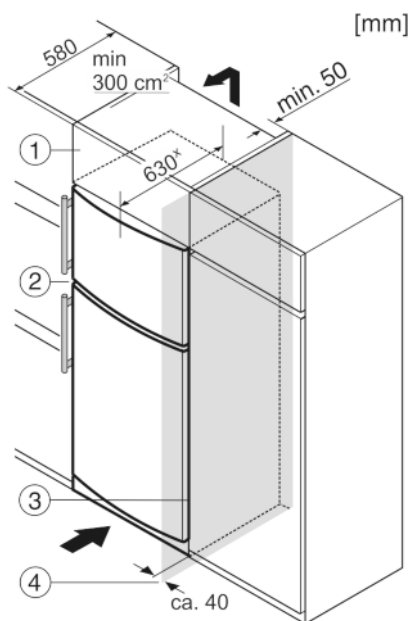

Fig. 10
- (1) Opbouwkast
- (2) Apparaat
- (3) Keukenkast
- (4) Wand
Het apparaat kan in keukenkasten worden ingebouwd. Om het apparaat *Fig. 10 (2)* aan de hoogte van het keukenblok aan te passen, kan boven het apparaat een opzetkast *Fig. 10 (1)* worden aangebracht.
Bij een ombouw met keukenkasten (diepte max. 580 mm) kan het apparaat direct naast de keukenkast *Fig. 10 (3)* worden geplaatst. Het apparaat staat aan de zijkant 34 mm * en in het midden van het apparaat 50 mm * tegenover de voorkant van de keukenkast.
Wanneer het apparaat met de scharnieren naast een wand *Fig. 10 (4)* wordt geplaatst, moet de afstand tussen het apparaat en de wand minimaal 40 mm bedragen. Dit komt overeen met de uitsteekmaat van de handgreep bij geopende deur.